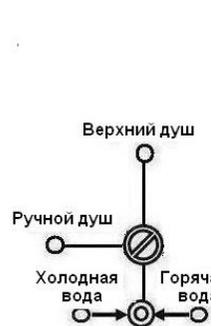

Рис.12
4. Подключение к системе водоснабжения (рис.12. 13)
Совместите крепежные отверстия на собранных задних стенках и на каркасе фронтальной стенки, соедините их с помощью саморезов 4*8 /33/ (рис.12).